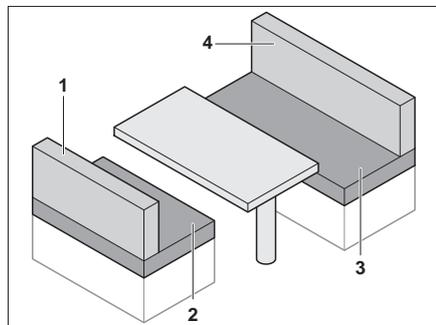

Fig. 79 Avant la transformation
- Retirer les coussins de dossier (Fig. 79,1 et 4).